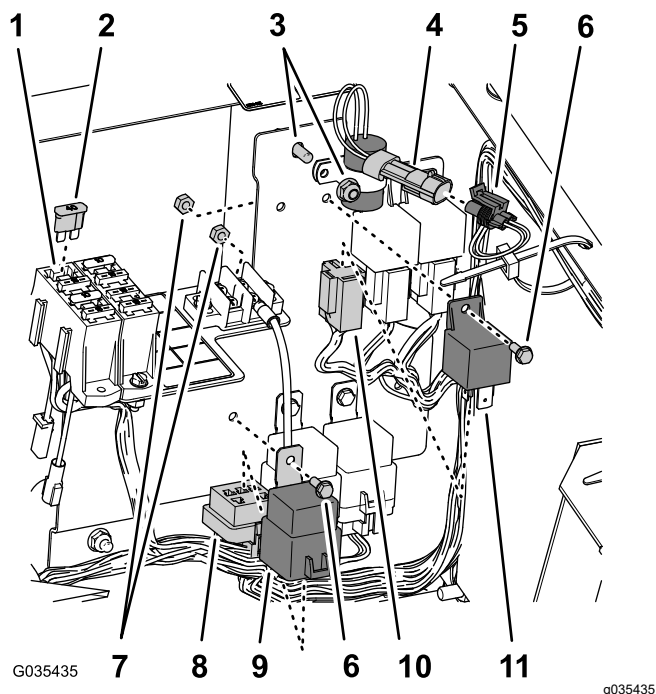
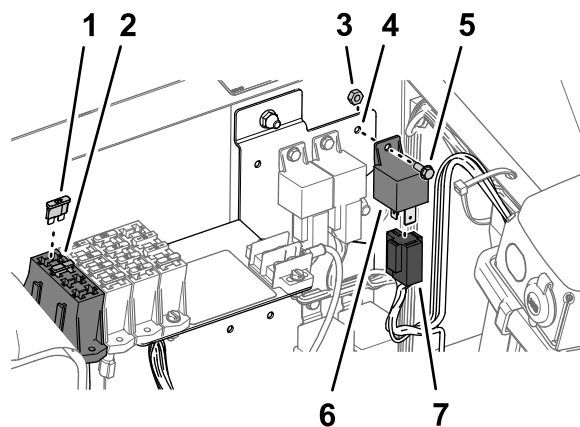

図 35
図 36
- A. 電装パネルからのロックナットで、遅延タイマーを図 34または図 35 に示す位置に取り付ける。
- B. タイマーを、車両のワイヤハーネスの、Delay Timer というラベルの付いた2ソケットコネクタに接続する図 34 または 図 35。
3. ヒューズブロックの空きスロットに、図 34、図 35 または 図 36 のようにヒューズ40Aを取り付ける。
4. ラインの中に同じようなリレーが複数あるが、その中から、リンス用と電源用のリレーを探し出し、これらをパネルに取り付ける 図 34、図 35 または 図 36 フランジヘッドボルト#10-24 x ½ インチ2本とロックナット#10-242個を使用する。
5. メインハーネスの中から、5ソケットコネクタと4ソケットコネクタを探し出し、これらを、図 34、図 35 または 図 36 のようにリレー4ピンと電源リレーピンに接続する。